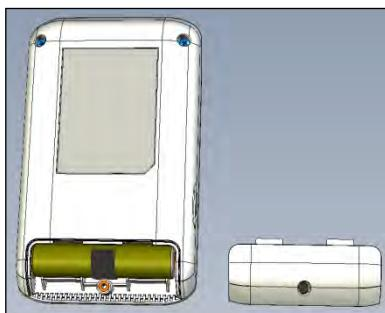
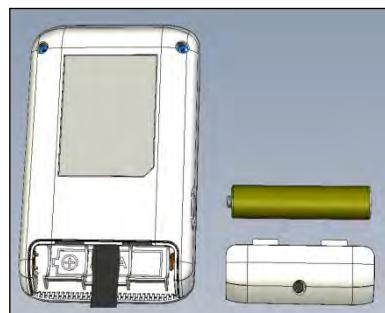

Fig. 1a
Fig. 1b
- 7.2.1. Para instalar o sustituir la pila, desatornille y retire la tapa del compartimento de la pila ubicado en la parte trasera del dispositivo (fig. 1a). Retire la pila antigua (en su caso) utilizando la tira de tela incorporada; introduzca la pila nueva de acuerdo con las indicaciones de polaridad anotadas en el interior del compartimento de la pila (fig. 1b), recoloque la tapa y asegure el tornillo.